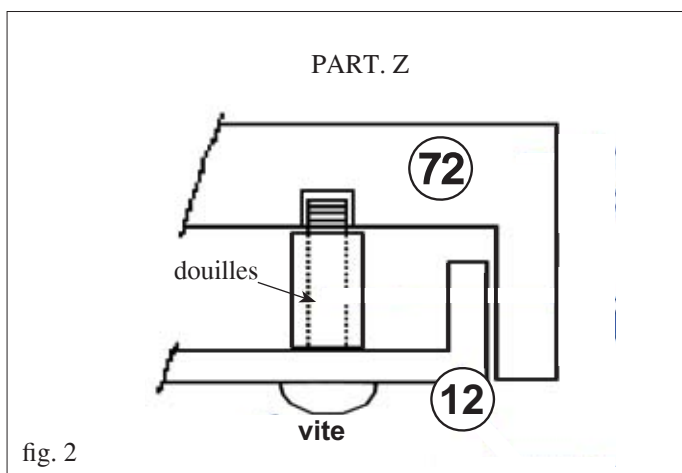

fig. 2
Pour monter correctement la façade antérieure supérieure (72) il faut interposer entre celle-ci et la façade métallique (12) la douille fournie, comme indiqué dans le détail "Z"(fig. 2).